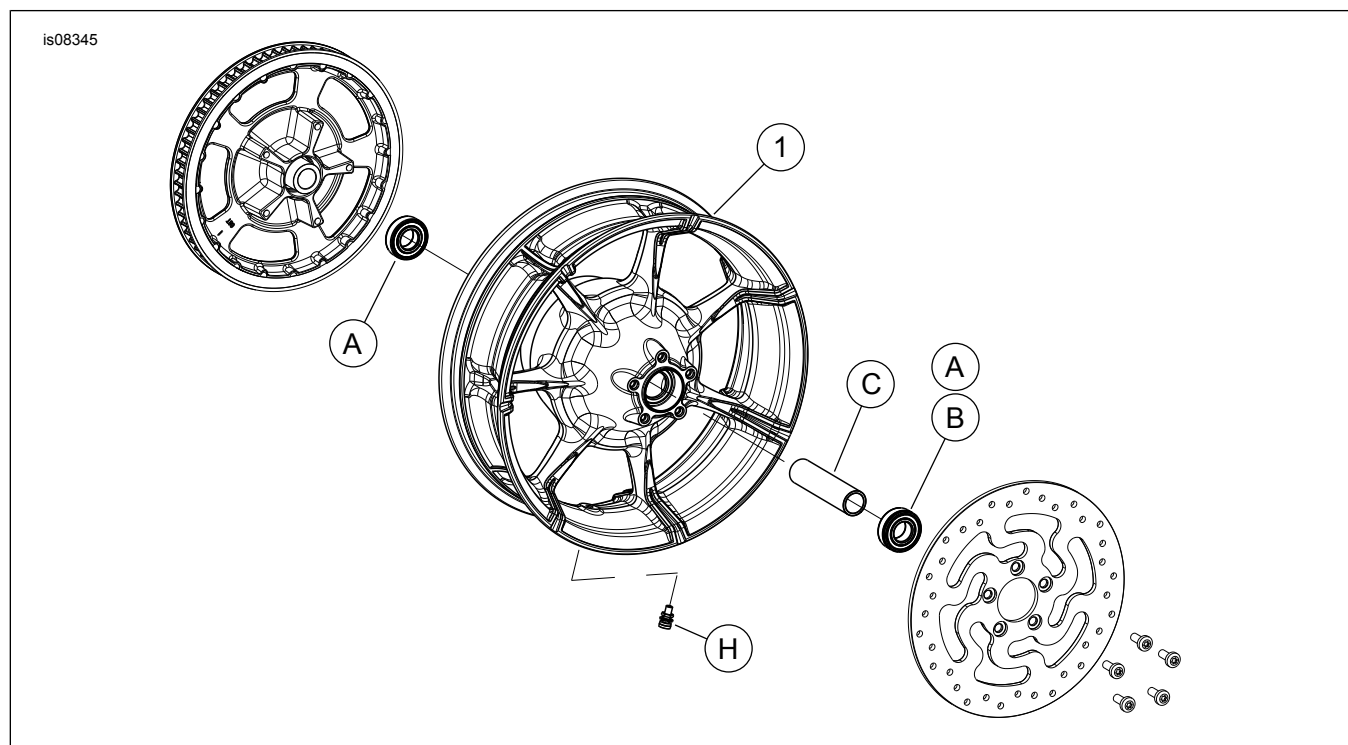

Figura 1. Piezas de servicio: Ruedas traseras Slicer
Vea Figura 1 y Tablas de piezas de servicio.
2. Vea la Figura 1. Instale el conjunto del vástago de la válvula (H) en la rueda. Vea el Manual de servicio.